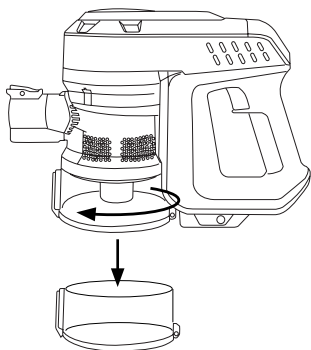

Fig.5/6
- Extraer el ciclón situado dentro el depósito girandolo hacia la izquierda tal como indican las flechas y extraer. (Fig.5)